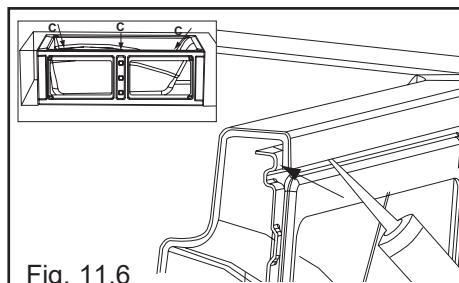
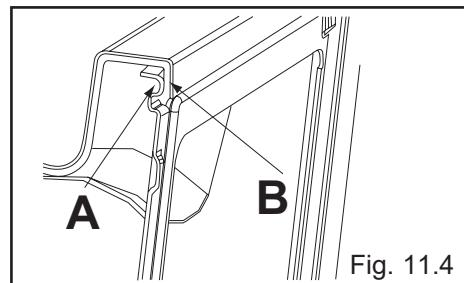

Fig. 11.6
Fig. 11.4
Place part A of the apron over part B of the bathtub (Fig. 11.4). Note that the two columns will extend slightly beyond the rim of the tub. Check that the apron is level horizontally and vertically.
Move the apron edge in order to apply silicone sealant in three spots (C) between the rim of the bathtub and the upper part of the apron (Fig. 11.6). Return the apron edge to its proper position and secure in place (Fig. 11.4). Let the sealant dry for at least 24 hours for maximum adhesion.
Appuyer la partie A du tablier sur la partie B de la baignoire (fig. 11.4). P.S. Il est normal que les deux colonnes dépassent un peu du rebord de la baignoire. S'assurer que le tablier est à niveau horizontalement et verticalement.
Pousser et mettre une bande de silicone à trois endroits (C) entre le rebord de la baignoire et du tablier (fig. 11.6). Replacer le tablier afin de le solidifier et de le fixer au bain (fig. 11.4). Laisser sécher la silicone au moins 24 heures pour garantir sa pleine adhérence.
Apoyar la parte A del faldón sobre la parte B de la bañera (fig. 11.4). Nota: Es normal que las dos columnas sobrepasen un poco el reborde de la bañera. Asegurarse de que el faldón esté a nivel horizontal y verticalmente.
Haciendo presión, aplicar una tira de sellador de silicona en los tres lugares identificados con la letra C, entre el reborde de la bañera y del faldón (fig. 11.6). Reajustar el faldón a fin de solidificarlo y fijarlo a la bañera (fig. 11.4). Para lograr una máxima adherencia, dejar secar la silicona durante al menos 24 horas.